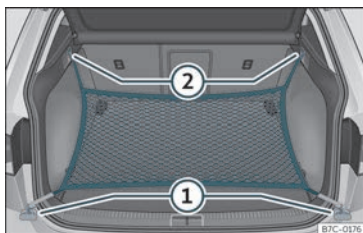

Fig. 112 Na bagageira: argolas ① e ganchos ② para fixar o saco de rede.
- Fixe os ganchos curtos da rede nas argolas de fixação >>> **Fig. 112** ① >>> ⚠. O fecho de correr do saco deve ficar voltado para cima.
- Fixe as fitas nos ganchos para prender sacos ②.